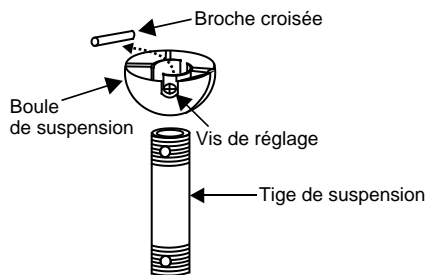

Fig. 7
Étape 5. Retirez la boule de suspension de l'assemblage de la tige descendante en desserrant la vis de blocage, en dévissant et en retirant la tige transversale et en dévissant la boule de la tige. (Fig. 7)